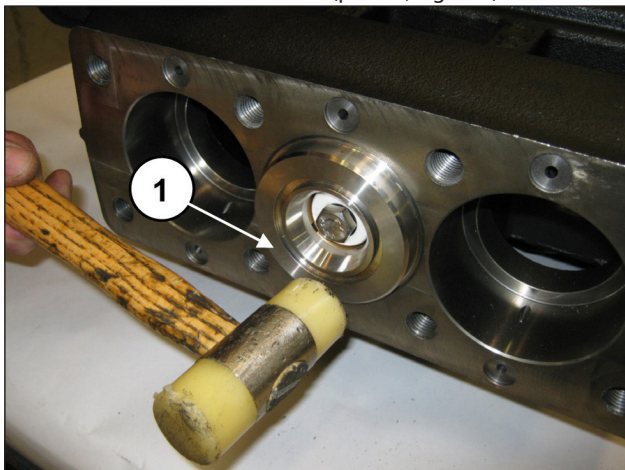

Fig. 186
Assicurarsi che il blocco camicia-supporto arrivi a posizionarsi correttamente fino a fondo sede (pos. ①, Fig. 186).